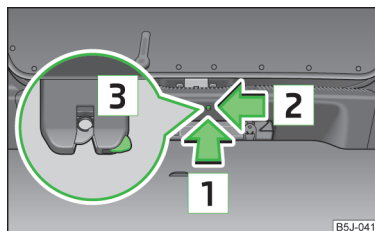

Fig. 36
- Introduceți în orificiul din capitonaj o șurubelniță sau o altă unealtă asemănătoare, în sensul indicat de săgeată 1 » fig. 36, până la capăt.